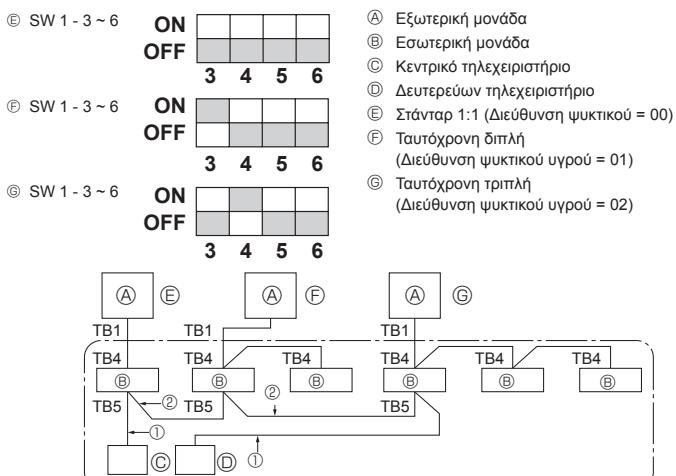

Fig. 9-1
- ② Αφού κλείστε την αναστατωτική βαλβίδα της γραμμής υγρού, γιρίστε το διακόπτη SWP στον πίνακα ελέγχου της εξωτερικής μονάδας στη θέση ON. Ο συμπιεστής (εξωτερική μονάδα) και οι ανευιστήρες (εξωτερική και εξωτερική μονάδα) αρχίζουν να λειτουργούν και η εκκένωση του ψυκτικού αρχίζει. Οι λυχνίες LED1 και LED2 στον πίνακα ελέγχου της εξωτερικής μονάδας είναι αναμμένες.
9. Έλεγχος συστήματος (Fig. 9-1)